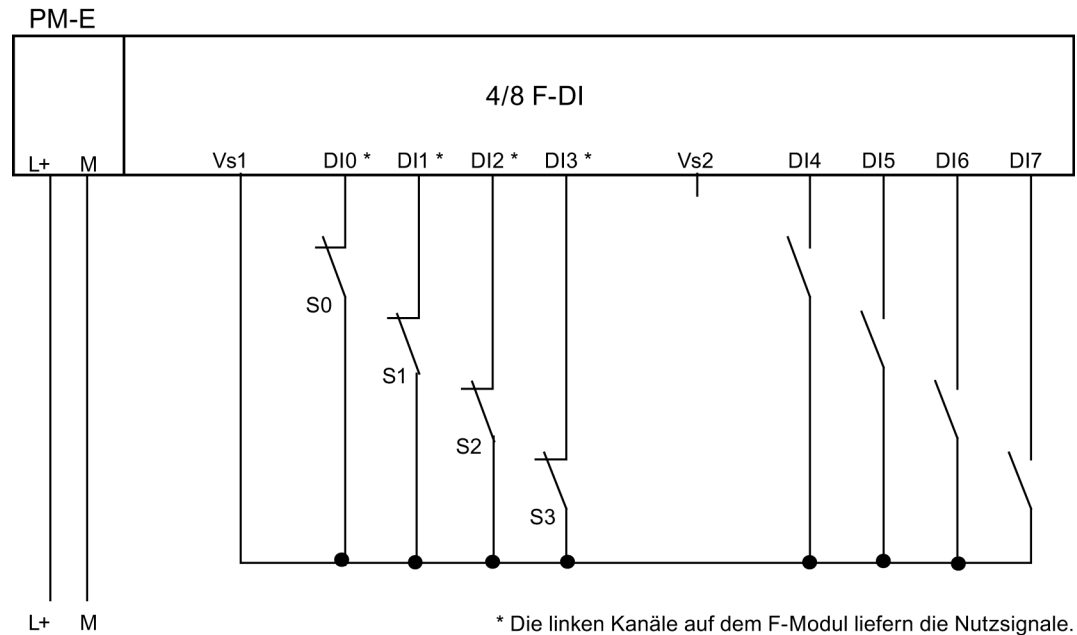

Bild 7-31 Verdrahtungsschema EM 4/8 F-DI DC24V - zwei einkanalige Geber 2-kanalig antivalent angeschlossen, interne GV
- Anwendungsfall 3.2, siehe Bild 7-31 Verdrahtungsschema EM 4/8 F-DI DC24V - zwei einkanalige Geber 2-kanalig antivalent angeschlossen, interne GV (Seite 155)